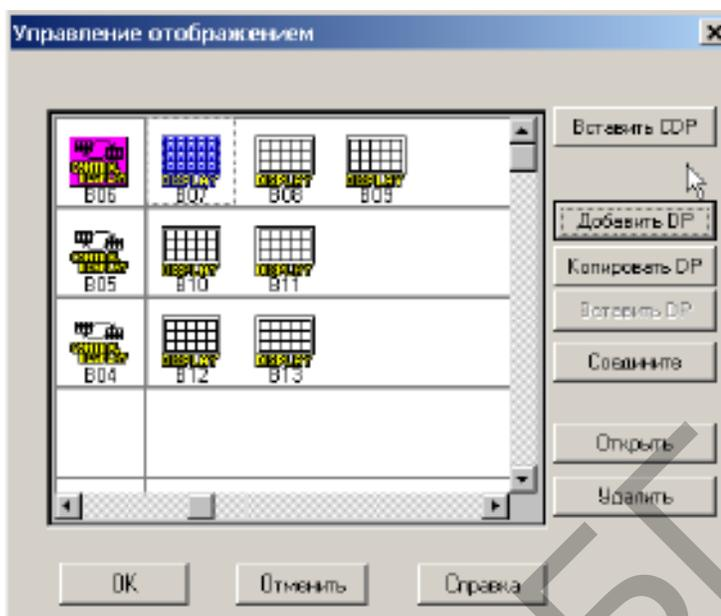

Рисунок 6.20 Окно управление отображением
5) Выберите значок “Display” для индикации FB (функционального блока) или аналогового значения, и щелкните на кнопке “Соедините”. Если они не отображаются, перейдите к шагу 7 (рисунок 6.20).